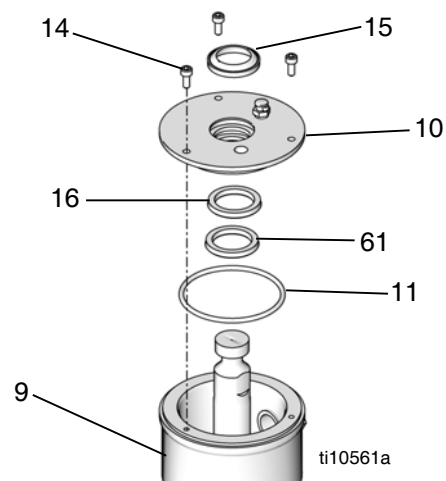

FIG. 5
5. Sulle pompanti con coppe di umidificazione chiuse (9), utilizzare una chiave esagonale M4 per rimuovere le tre viti (14) dal coperchio della coppa di umidificazione (10) e rimuovere il coperchio. Drenare e pulire la coppa di umidificazione (9). Vedere: FIG. 5.
6. Sulle pompanti con coppe di umidificazione chiuse (9), utilizzare un uncino per anelli di tenuta per rimuovere l'anello di tenuta (11) e un cacciavite a testa piatta per rimuovere l'anello a scatto (61), l'eccentrico (15) e la guarnizione (16).